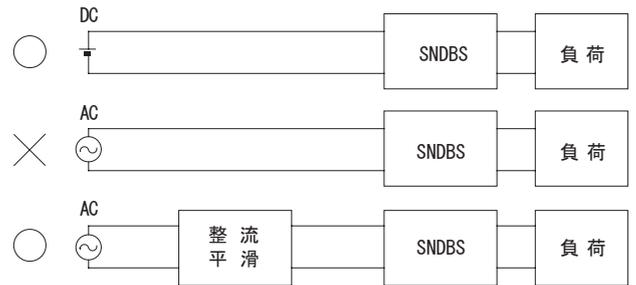

図3.3 AC入力での使用
- SNDBSシリーズはDC入力専用です。ACでの使用時は、電源入力に整流平滑回路を接続してください（図3.3）。